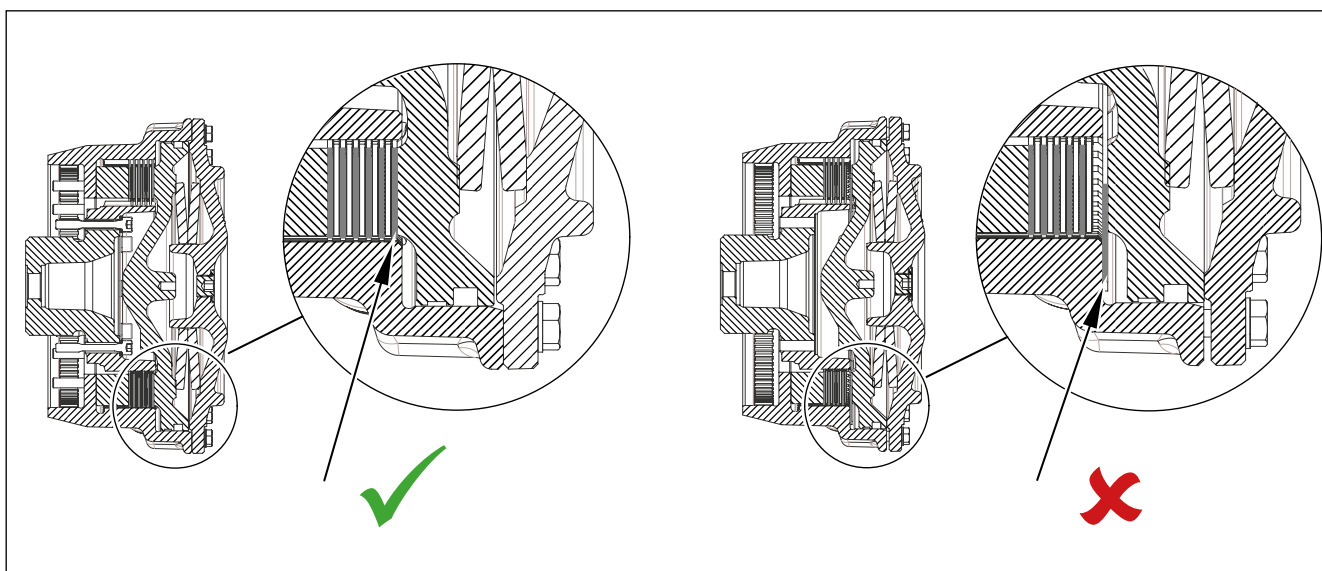

Fig. 45: Posición correcta del juego del disco
- Al volver a montar las piezas del freno, tenga en cuenta la posición correcta del juego del disco. Ver Fig. 45.